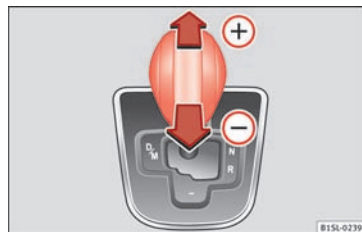

Fig. 83 Gearvælger i tiptronic-position
- Vip gearvælgeren fremad ⊕ eller tilbage ⊖ for at geare op eller ned » Fig. 83.